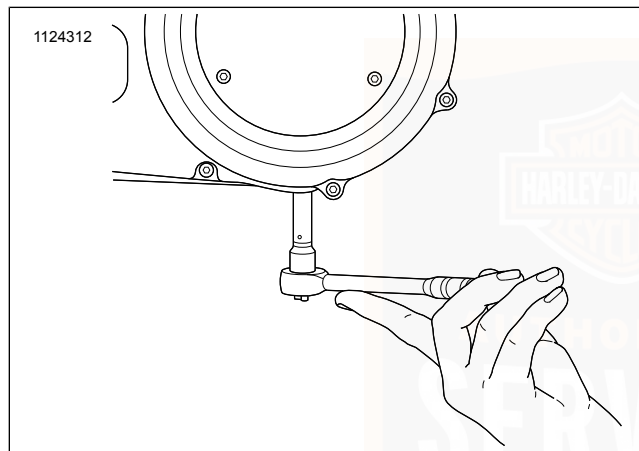

Figura 68. Rimozione/installazione del tappo di scarico del carter della catena
3. Vedere Figura 68 . Scaricare l'olio del carter della catena della trasmissione primaria.